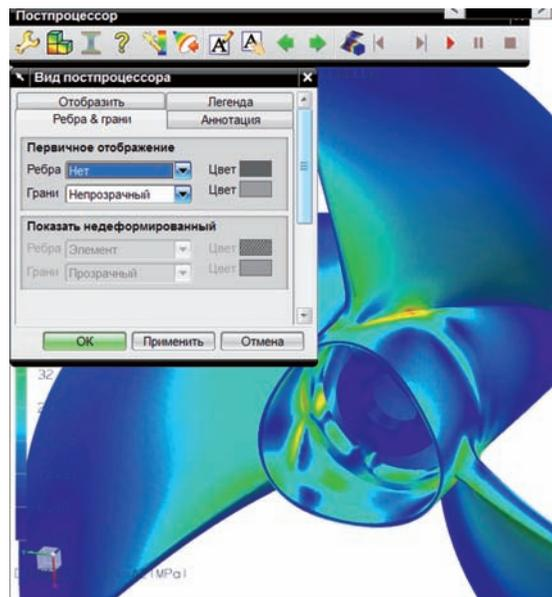

Рисунок 8.34
6.3. Для того чтобы скрыть границы конечных элементов, выберите команду **Изменить вид постпроцессора (Edit Post View)** (панель инструментов **Постпроцессор (Post Processing)**). В диалоговом окне **Вид постпроцессора (Post View)** выберите вкладку **Ребра & грани (Edges & Faces)** и для **Первичное отображение отображения (Primary Display) – Ребра (Edges)** укажите **Нет (None)** (рис. 8.34). Нажмите **OK**.